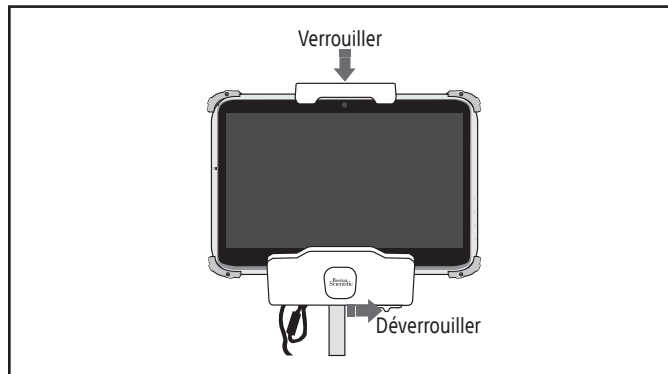

Figure 92. Verrouillage de la tablette sur la station d'accueil
**Remarque :** pour déverrouiller la tablette, faire coulisser le bouton comme indiqué dans la fig. 92.